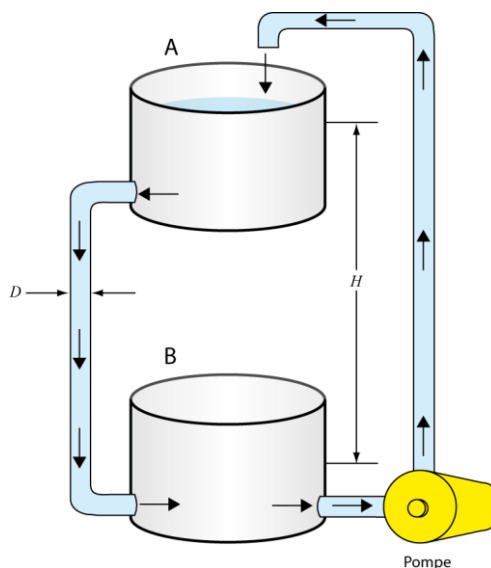

Figure 1 – Analogie entre le courant d'eau et le courant électrique pour une résistance
Considérons une pompe telle que présentée à la Figure 1 qui élève l'eau à une hauteur H vers un réservoir A duquel l'eau redescend vers un réservoir B en passant par un tuyau de diamètre D . La pompe tire alors l'eau du bassin B et la pompe à nouveau à une hauteur H dans le bassin A. Le circuit est fermé, le point de départ coïncide avec le point d'arrivée. La pompe donne de l'énergie potentielle gravitationnelle aux gouttes d'eau, tout comme la pile donne de l'énergie potentielle électrique aux charges. La différence de hauteur (H) entre le point A et le point B détermine la grandeur de l'énergie potentielle (mgH) des gouttes d'eau (de quelle hauteur l'eau tombe). Elle est analogue à la différence de potentielle ou tension entre le pôle positif et le pôle négatif de la pile ou source de tension. C'est ce qui détermine à quelle vitesse iront les charges (courant).